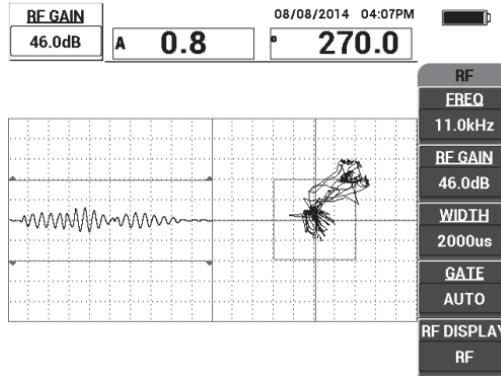

Figura 6-3 Ajuste de ganancia para obtener una señal contenida
2. Coloque las puntas de la sonda sobre un área correcta del bloque de calibración (**dB**); después, asegúrese de que la señal en la representación RF (izquierda) esté contenida entre 1 a 2. Ver la Figura 6-3 en la página 139.